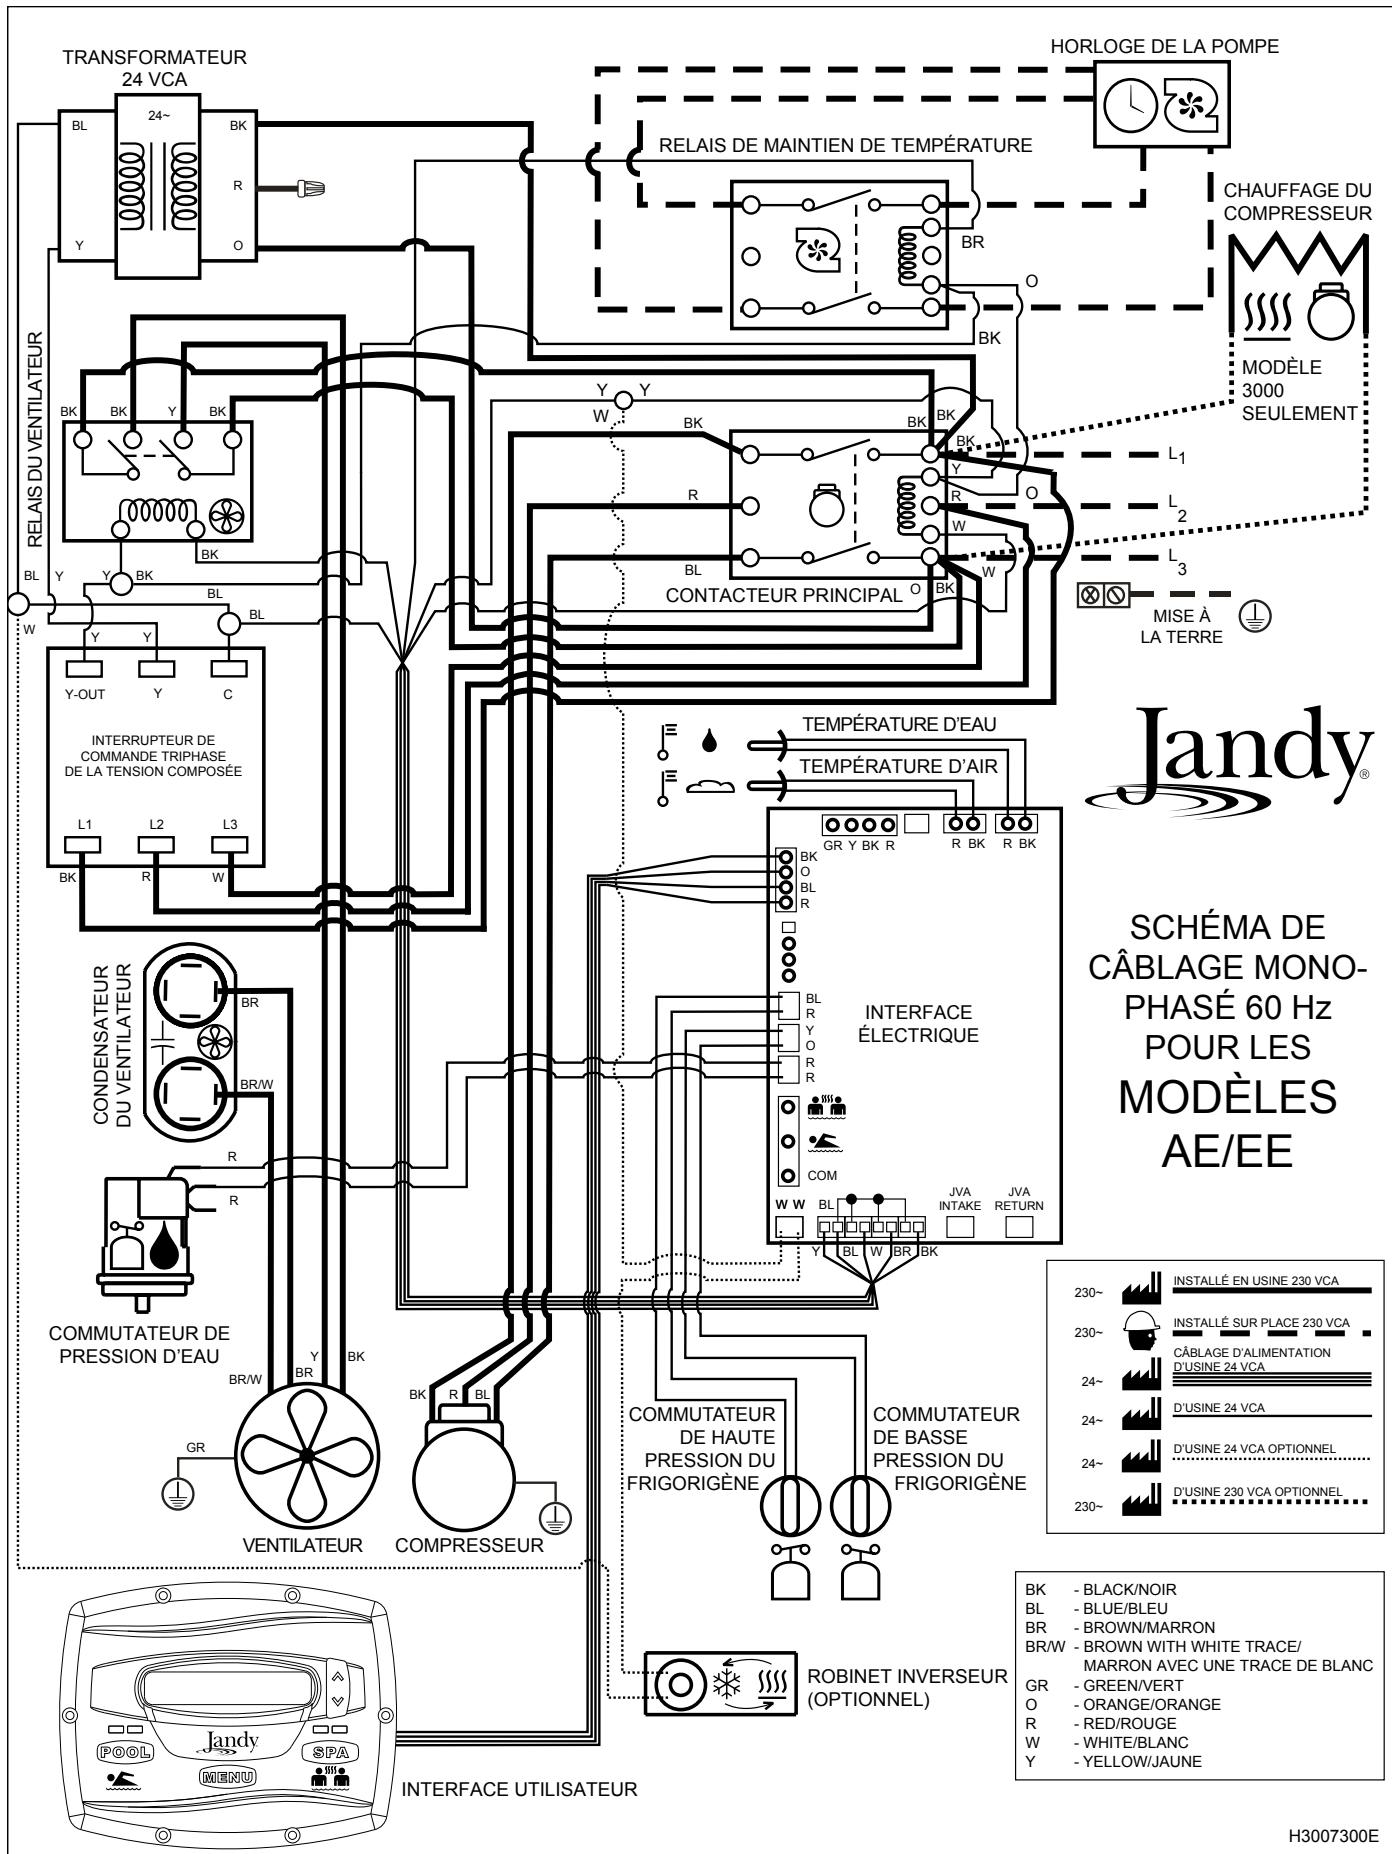

Figure 8. Diagramme de câblage électrique monophasé pour EE-Ti
Les raccordements de câblage doivent être faits exactement comme illustrés dans le schéma de principe qui se trouve à l'intérieur du compartiment d'accès à la thermopompe (Voir Figure 8 pour un câblage électrique monophasé et Figure 9 pour le câblage électrique triphasé). La thermopompe doit inclure les moyens de mise à la terre et de connecter. Il y a une cosse de connexion sur le côté droit de la thermopompe où un câble de connexion doit être fixé.
5. Connecter les câbles aux bornes du principal contacteur tel qu'illustré dans le schéma de principe. Référez-vous aux Figures 8 et 9.